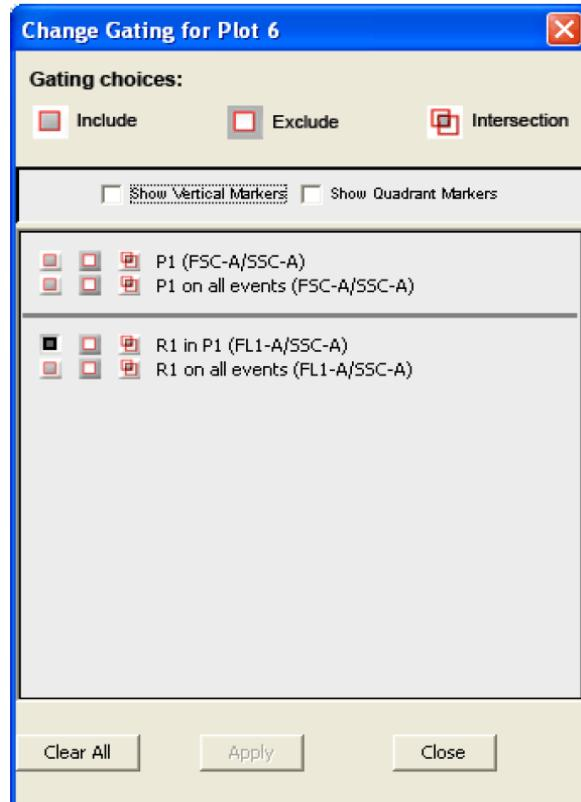

图 3-22 应用子门
6. 在改变设门对话框中 , 选择第二个门 “嵌套” 在母门 (parent gate) 中的那个选项 (例如 R1 in P1, 如图 3-22 所示) 。或者可以选择 on all events 这个选项 (例如 R1 on all events) ,